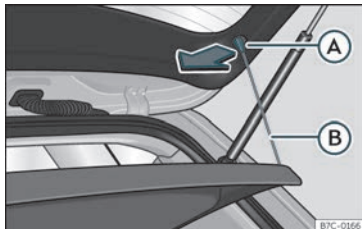

Fig. 105 Na bagageira: desmontar e montar a chapeleira.
- Desengate os tirantes de fixação >>> **Fig. 105** **B** dos alojamentos **A**.
- Engate os tirantes de fixação >>> **Fig. 105** **B** na porta da bagageira.